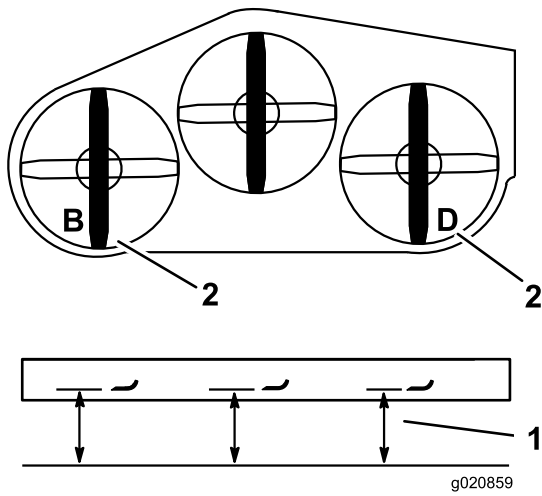

Figure 85
2. Mesurez et notez la distance au point **B** entre la surface plane et le tranchant de la pointe de la lame gauche (Figure 85).
3. Mesurez et notez la distance au point **D** entre la surface plane et le tranchant de la pointe de la lame droite (Figure 85).
Remarque: La mesure au point **B** doit être égale à 3 mm près à la mesure au point **D** (Figure 85). Si ce n'est pas le cas, passez aux opérations suivantes.